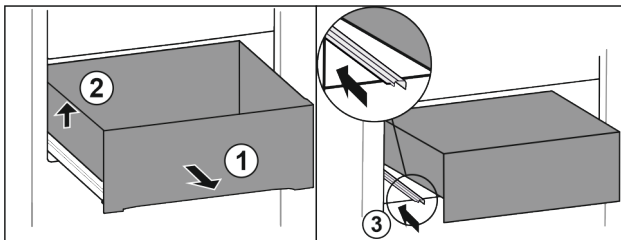

Fig. 113
- Schubfach bis zum Anschlag herausziehen. Fig. 113 (1)
- Schubfach links anheben. Fig. 113 (2)
- Linke Schiene einschieben. Fig. 113 (3)